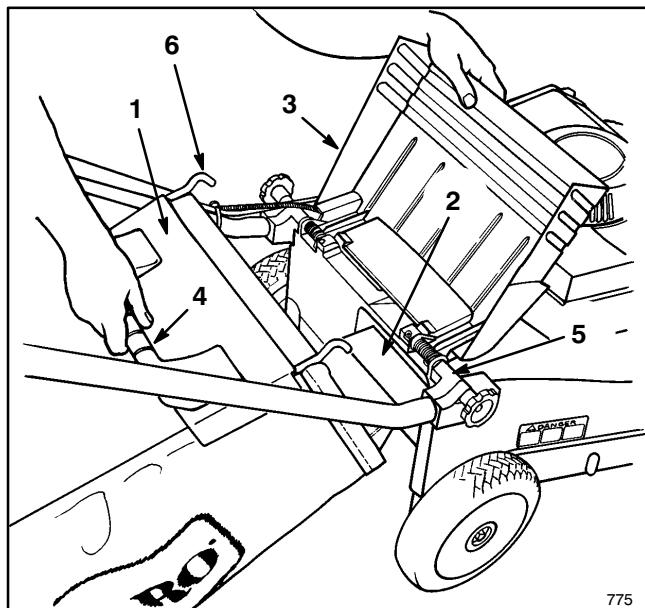

Figure 6
- Lever le volet de l'éjection, insérer l'embouchure du sac dans l'ouverture d'éjection, et accrocher l'armature du sac sur la partie arrondie des supports de montage (Fig. 6).